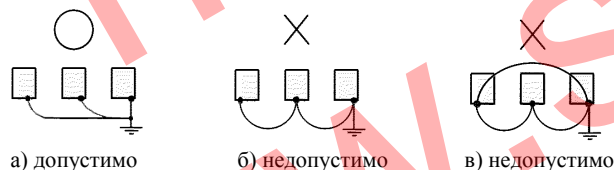

Рис. 10. Заземление нескольких преобразователей.
(3) Заземление
- При использовании нескольких преобразователей рядом заземляйте устройства, как показано на рис. 10, (а), и ни в коем случае, как указано на рис. 10 (б, в).